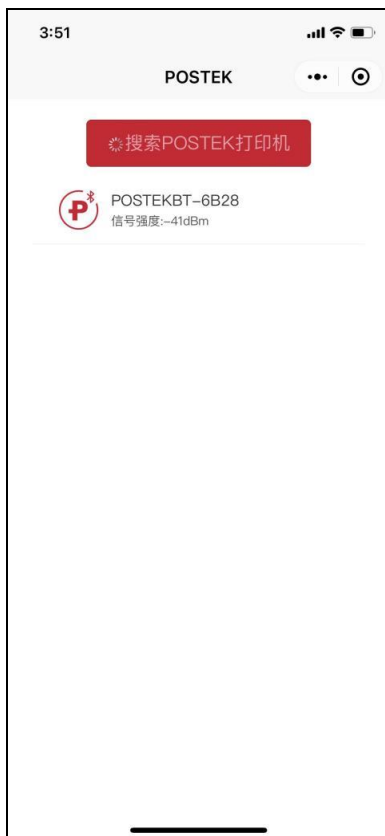

图 2-36 搜索打印机界面
2. 在自动搜索到的打印机蓝牙名称列表中, 点击对应打印机蓝牙名称, 如图 2-36 所示;